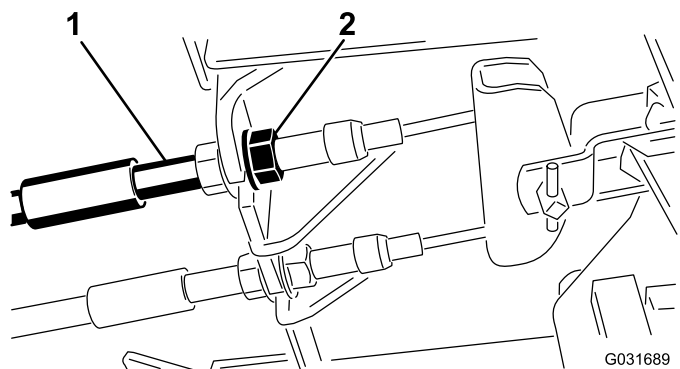

Figura 54
1. Para reducir la holgura de los pedales de freno, apriete los frenos aflojando la tuerca delantera del extremo roscado del cable de freno (Figura 54).